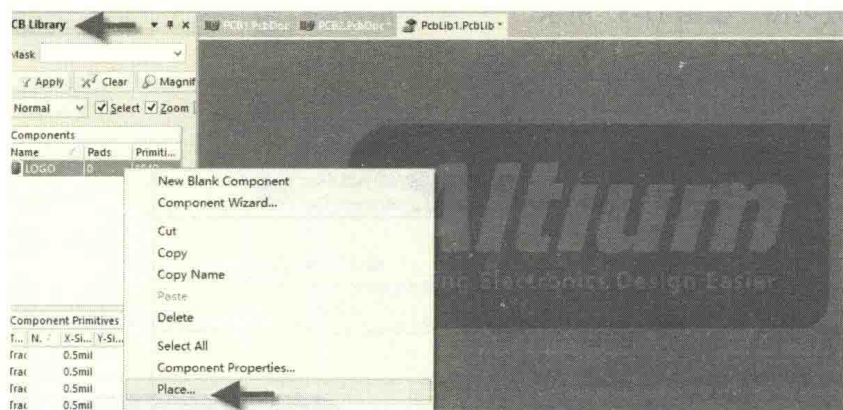

图 11-41 Logo 封装的创建
(7) 如果需要转换成元件，方便下次调用的话，可以直接框选复制这些 Logo 元素，新建一个元件封装，粘贴到里面，下次调用的时候，直接这样放置就好了，如图 11-41 所示。